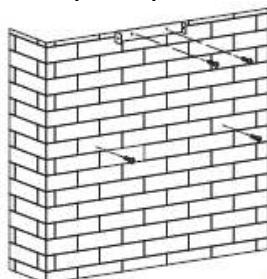

Рис. 2
3. После определения высоты расположения вытяжки измерьте положение отверстий для подвешивания вытяжки и внутренней части кронштейна дымохода. Просверлите 4 отверстия ф8, 2 для внутреннего кронштейна дымохода и 2 для подвешивания вытяжки, и сохраняйте уровень вытяжки. Фиксированное положение внутреннего кронштейна дымохода является самым высоким местом дымохода. Смотрите рис. 2.
4. Вкрутите два винта 4 x 30 мм в стену с помощью дюбелей для фиксации вытяжки, затем используйте два винта 4 x 40 мм для фиксации внутреннего кронштейна дымохода. См. Рис. 2.